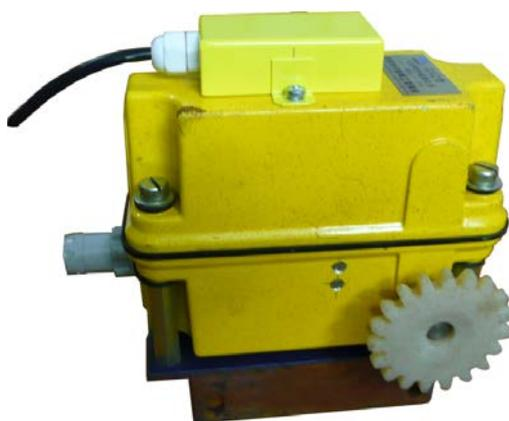

Рис. 6
6.6. Датчик вылета Рис.6, представляет собой потенциометр, приводимый в действие лебедкой перемещения грузовой тележки через специальный редуктор, объединенный с концевыми выключателями ограничителя минимального и максимального вылета. Датчик посредством фланца сопряжен с осью барабана лебедки грузовой тележки.